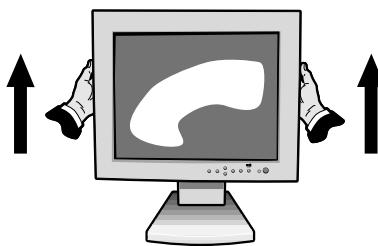

Figura R.1
Para elevar la pantalla, coloque las manos en cada lado del monitor y élévelo (Figura R.1).
2. Coloque las manos en cada lado de la pantalla del monitor y élévelo hasta alcanzar la altura máxima (Figura R.1).